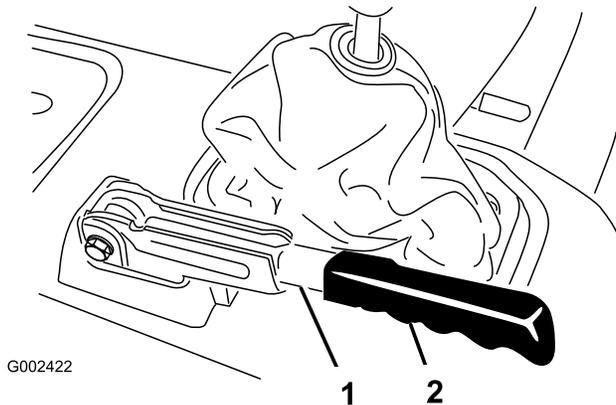

Figura 60
1. Retire a pega de borracha da alavanca do travão de mão (Figura 60).